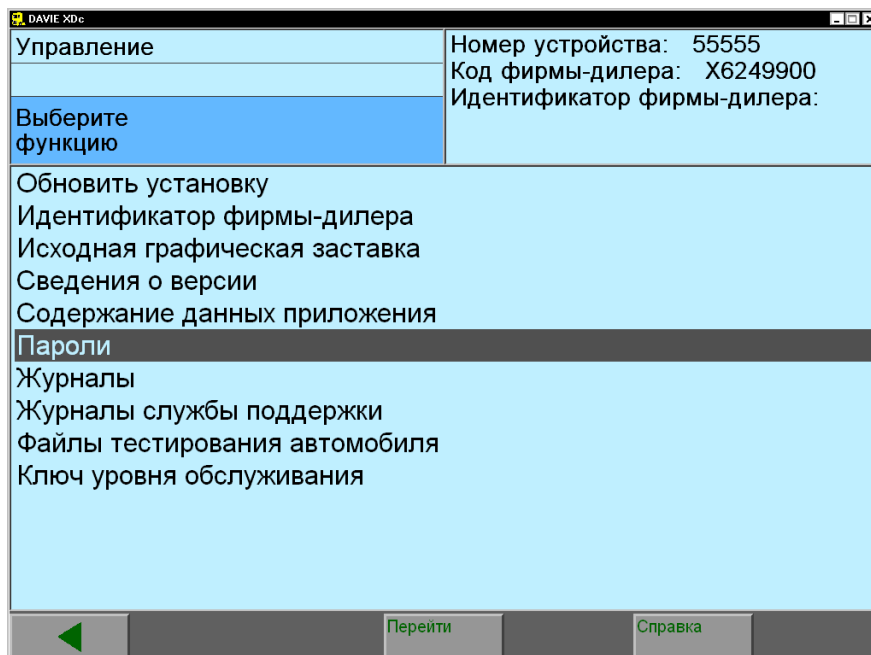

Рис. 4-6 Экран управления: выберите функцию "Пароли"
8. Выберите "Пароли" (см. Рис. 4-6).